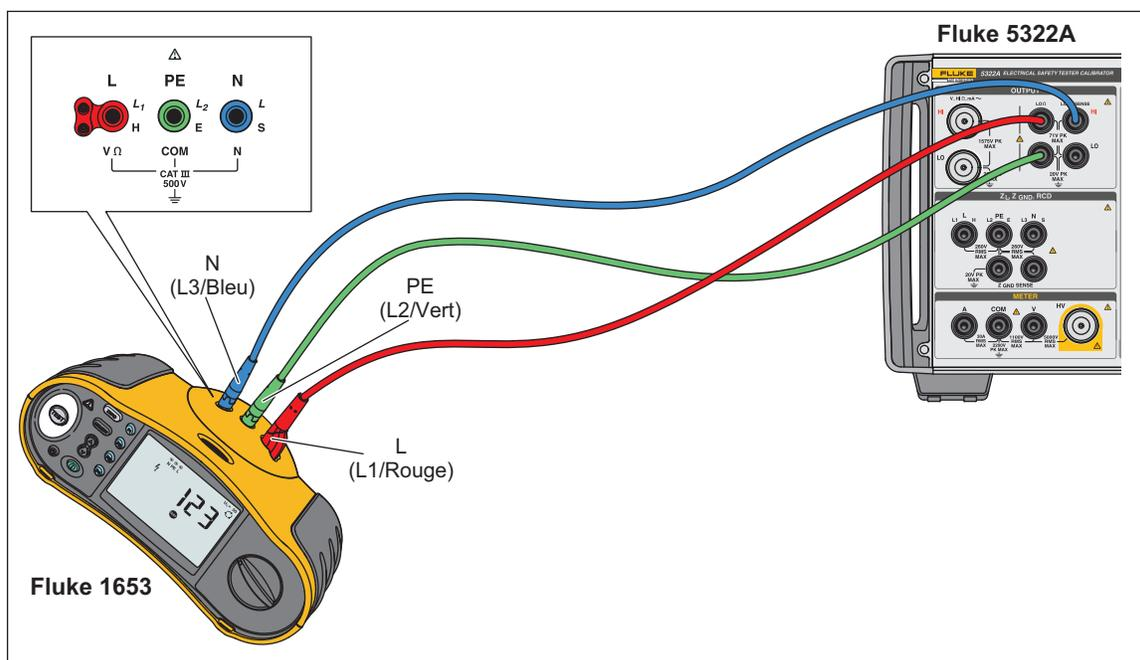

Figure 31. Raccordements pour l'étalonnage de la résistance de terre
2. En vous aidant de la figure 31, connectez l'appareil testé aux bornes **LO Ω HI** et **LO** ainsi qu'à la borne **LO Ω Sense Hi**.